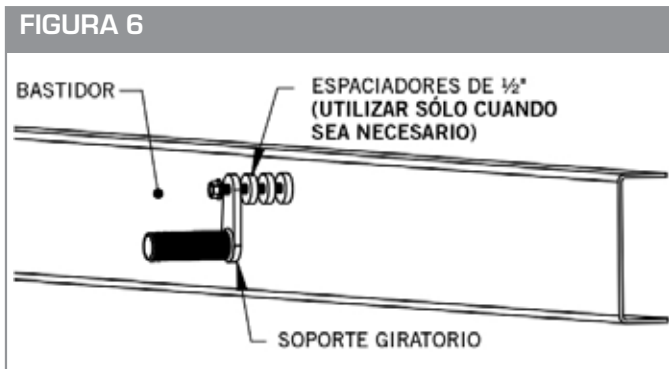

FIGURA 7
- Una vez que los soportes estén en posición con el guardafangos, apriete el 5/8" x 4-1/2" que atraviese el soporte giratorio (10001476) para fijar el giratorio de forma segura al bastidor. **(Ver la Figura 7)**